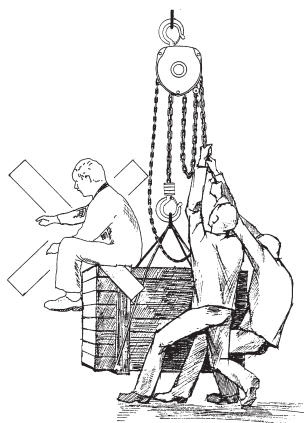

Fig. 5
- Het gebruik van het hijsgereedschap voor transport van personen is niet toegestaan (Fig. 5).
- Il trasporto di persone con questo paranco è assolutamente vietato (Fig. 5);